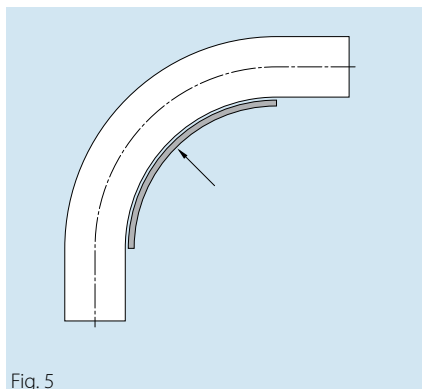

Fig. 5
- En la zona de la curva, la banda se apoya en el radio interior de los listones laterales de material sintético, como p. ej. PE 1000 o un material sintético de propiedades lubricantes (ver fig. 5).